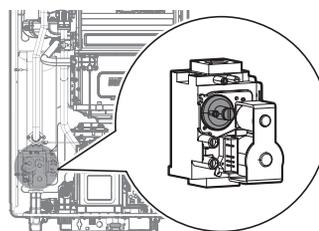

Figure 10
- c. Ouvrez entièrement une installation d'eau chaude et réglez le chauffe-eau pour qu'il fonctionne en mode MIN 1 étape (reportez-vous à « Réglage du mode de fonctionnement » à la page 128). Mesurez la valeur de correction à la puissance minimale d'utilisation et comparez-la aux valeurs indiquées dans le tableau 3. Si la valeur de correction ne correspond pas à la plage indiquée, la vis de réglage de la soupape à gaz doit être ajustée. Si un ajustement est requis, trouvez la vis de réglage, comme cela est indiqué à la Figure 10. À l'aide d'une clé Allen de 4 mm ( $\frac{5}{32}$  po) tournez la vis de réglage de  $\frac{1}{4}$  de tour au maximum, dans le sens horaire pour augmenter la valeur de correction ou dans le sens antihoraire pour la diminuer.